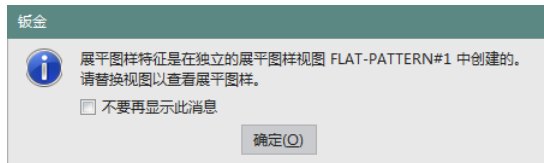

图 9-10 提示对话框
(3) 其他采用默认设置，单击  按钮，弹出提示对话框，如图 9-10 所示。
(4) 单击  按钮，系统创建独立的图样视图 FLAT-PATTERN#1。